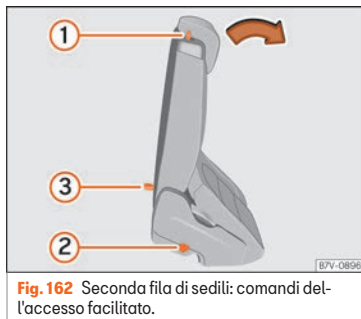

Fig. 162 Seconda fila di sedili: comandi dell'accesso facilitato.
- Togliere eventuali oggetti dal vano piedi della seconda fila di sedili » ❶.
- Spingere la leva » fig. 162 ❶ in avanti e abbattere lo schienale del sedile posteriore. Questo sedile si può abbattere completamente in avanti » ❷ e si può spostare ulteriormente in avanti in senso longitudinale.
- Entrare e uscire dal veicolo con cautela » ❸.
- Alzare lo schienale del sedile posteriore verso l'alto in posizione verticale. Il sedile completo si piega indietro » ❸.
- Il sedile posteriore deve essere fissato correttamente: in questo modo è assicurata l'azione protettiva delle cinture di sicurezza nei sedili posteriori. La tacca rossa » fig. 162 ❷ non deve essere visibile » ❸ in Ripiegare i sedili posteriori come superficie di carico a pag. 171.
Se la leva » fig. 162 ❶ non funziona, ad esempio, dopo un incidente, dalla terza fila è possibile piegare in avanti i sedili della seconda fila per facilitare l'uscita dalla terza fila di sedili » ❸.
- Tirare la maniglia » fig. 162 ❸ all'indietro e abbattere lo schienale del sedile posteriore. Il sedile si piega interamente in avanti » ❸. »
- Una tacca rossa sul lato del sedile »» fig. 162 ② avverte che lo schienale non è incastrato. Quando è correttamente incastrato, la tacca non è visibile.